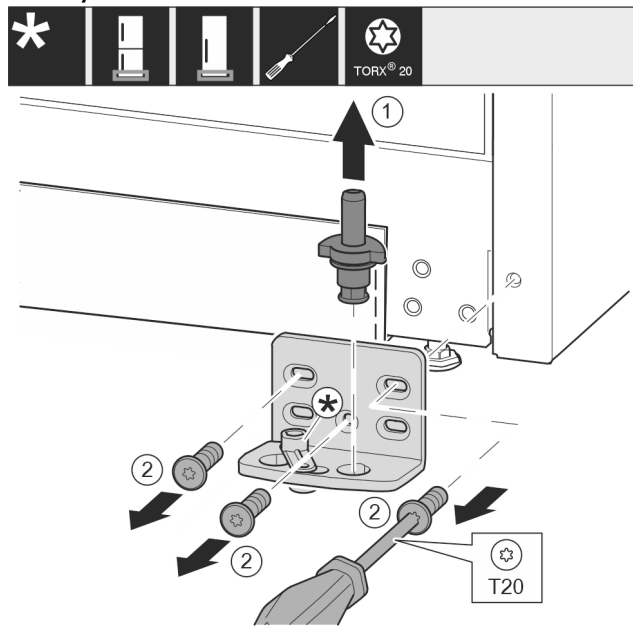

Fig. 11
- ▶ Ložiskový čap vytiahnite úplne nahor. Fig. 11 (1)
- ▶ Skrutky vyskrutkujte skrutkovačom T20 a odnímite ložiskovú konzolu. Fig. 11 (2)